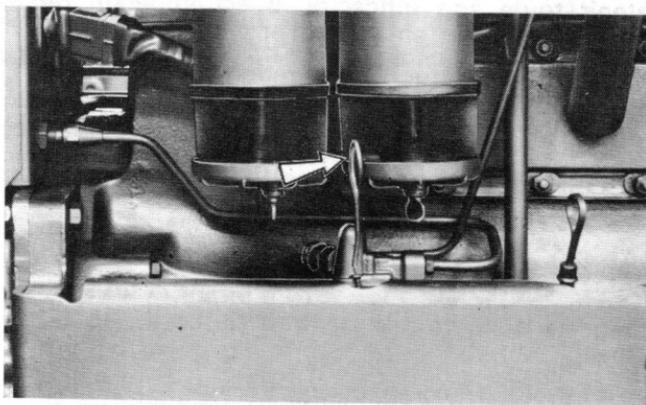

Fig. 16
Si le tracteur est resté longtemps à l'arrêt, actionner le levier d'amorçage de la pompe d'alimentation (fig. 16).
- Actionner le levier de la pompe d'alimentation (fig. 16) jusqu'à ce que le combustible s'écoule sans bulle d'air ;